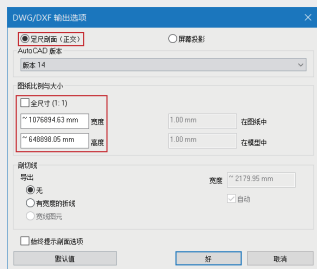

图3-178
- 03 单击“输出二维剖面”对话框中的“选项”按钮，在弹出的“DWG/DWF输出选项”对话框中设置参数，如图3-178所示。